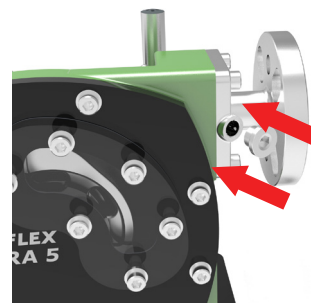

Abbildung 13. - Inspektionsfenster für den Stöpsel (solider Flansch)
6. Ziehen Sie alle vier Schrauben fest an, um den Schlauch festzuklemmen und achten Sie darauf, dass der Schlauch durch die Inspektionsöffnung an der Gehäuseseite zu sehen ist. (Abbildung 13)